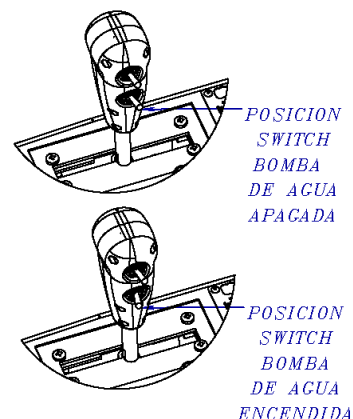

Figura 24. Control de los rociadores
1. Si la aplicación requiere que se humedezca una superficie, se le ha provisto de controles para los rociadores delantero y trasero. Estos controles (Figura 24) están localizados en la parte lateral derecha del asiento del operador. La perilla controla el flujo de agua de los tubos rociadores de agua del rodillo delantero y trasero, el interruptor (switch) enciende la bomba de agua que genera la presión de agua para alimentar a los rociadores delantero y trasero.